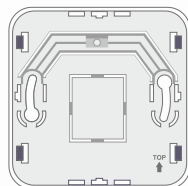

Fig. 2c
- c. Installera underdelen till den valda ytan som visas i Fig. 2c med hjälp av de två skruvarna. Var vänlig notera markeringen (en pil markerad med ordet "TOP") som indikerar rätt riktning för höljets underdel.